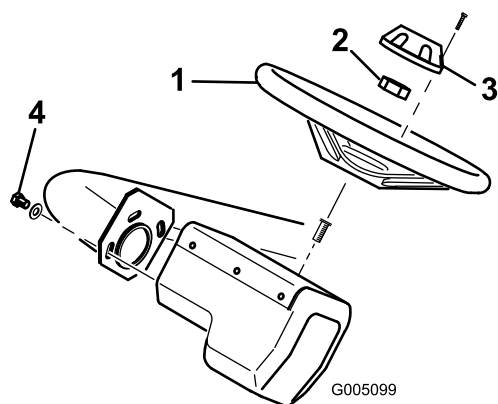

Figure 7
1. Glissez le volant sur l'arbre de direction et fixez-le avec l'écrou de blocage (Figure 7). Serrez l'écrou à 43 Nm.
2. Fixez le couvre-moyeu au volant avec la vis (Figure 7).
Remarque: Le volant peut être réglé en avant et en arrière pour plus de confort. Pour ce faire, desserrez les trois vis de fixation, pivotez le volant à la position voulue et resserrez les vis (Figure 7).